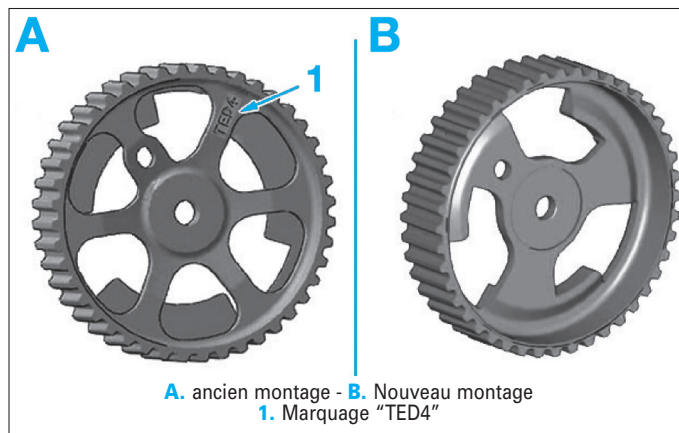

FIG. 23
- Évolution de la forme d'arbre à cames (Fig.23).